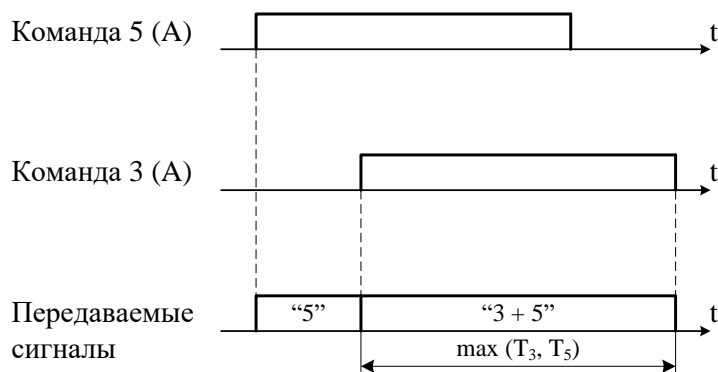

Рисунок 1.32 – Передача параллельных команд
- при появлении в момент передачи групповой команды на входах новых команд, относящихся к группе А, передача групповой команды прерывается, и формируется новая групповая команда с учетом действующих и вновь появившихся команд. При этом новая групповая команда будет передаваться с максимальным временем, выбранным из времен передачи команд входящих в эту группу (рисунок 1.32). Команды параллельной группы всегда передаются полностью;